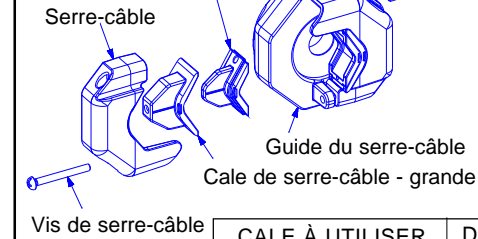

FIGURE 4
- Glisser le guide du serre-câble(5) avec les pinces serre-câble(6) (consulter la figure 4 pour les cales appropriées) et une rondelle passe-fil(7) sur le câble. (Choisir le calibre de rondelle passe-fil qui convient au calibre du câble).